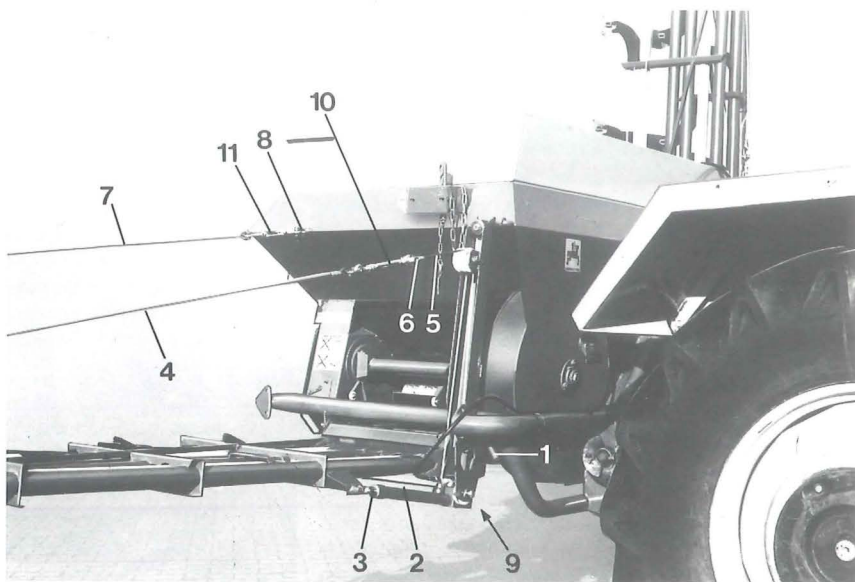

Fig. 1
2. Drag ut den vinklade bulten 20 mm Ø (fig. 1/1).
4. Bulten (fig. 1/1) skjuts in och låses med spännstift.
5. Montera dubbel-cylindern (fig. 1/2) med självlåsande mutter och bricka på rampen. Därvid skall muttern dras fast så att hålet i cylindern (fig. 1/2) har spel.
6. Wiren 8 mm Ø (fig. 1/4) förbinds med den i körriktningen främre dubbla behållarwiren (fig. 1/5) med hjälp av en skruv, självlåsande mutter och två brickor (fig. 1/6).
7. Den andra wiren 6 mm Ø (fig. 1/7) förbinds med ett schackel (fig. 1/8) med ögelskraven på behållaren.
- a) Om kolven i cylindern (fig. 1/2) går ut för långsamt eller över huvudtaget ej, skall den räfflade skruven på den inställbara strypningen framtill på behållaren skruvas utåt (från fabrik låst med insexskruv mot självjustering):
- b) om kolven i cylindern (fig. 1/2) går ut för snabbt, skall den räfflade skruven på den inställbara strypningen vridas i motsatt riktning.
11. Om wiren (fig. 1/4) är lös då den klens kolven (fig. 1/9) i cylindern skjuts in, måste denna efterspännas med vantskruven (fig. 1/10).
13. Om wiren (fig. 1/7) är för lös eller för spänd, måste en korrigering göras med vantskruven (fig. 1/11).
Vid sådd kan rampen vinklas uppåt, genom en kort manövrering av traktorhydrauliken via den klens kolven (fig. 1/9) i cylindern (fig. 1/2) (t ex vid stora markojämnheter).